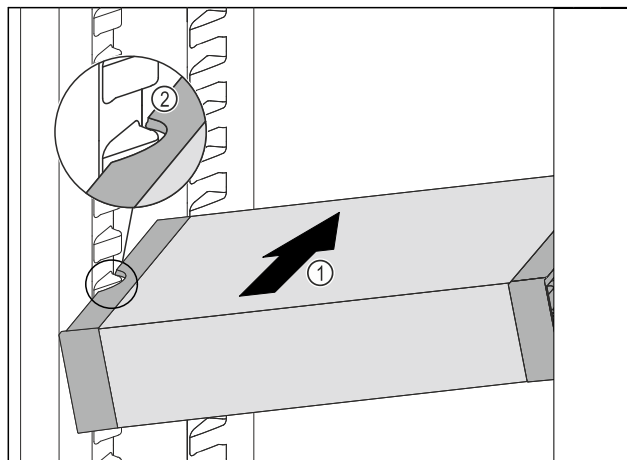

Fig. 190
- Împingeți VarioSafe oblic în frigider Fig. 190 (1), până când degajările laterale Fig. 190 (2) ale VarioSafese află la înălțimea nervurii recipientului din frigider.